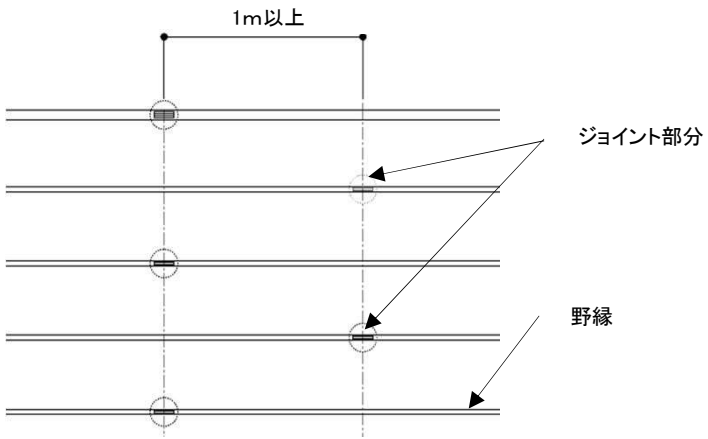

図2-6 ジョイント位置
- ・ 接続部分はジョイント金物を使用し、野縁や野縁受の隣り合うジョイントの位置は、互いに1m以上離し、千鳥状に配置する。 (図2-6 参照)